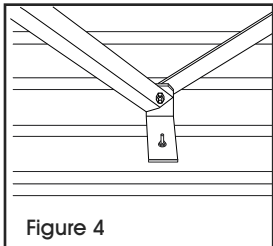

Figure 4
4. Placez les pieds à l'envers sur le dessous du dessus de table. Raccordez lâchement les deux entretoises diagonales simultanément au renfort de soutien central à l'aide d'un écrou à embase de 3/8 po et d'un boulon à tête hexagonale de 3/8 po. Fixez lâchement chaque cadre de pied au dessus de table à l'aide de six attaches de maintien, six écrous à embase de 5/16 po et six boulons de carrosserie de 5/16 po par pied. Les cadres de pied doivent être à une distance de 7,6 cm (3 po) à partir de l'extrémité du dessus de table. (Voir Figures 4 à 6)